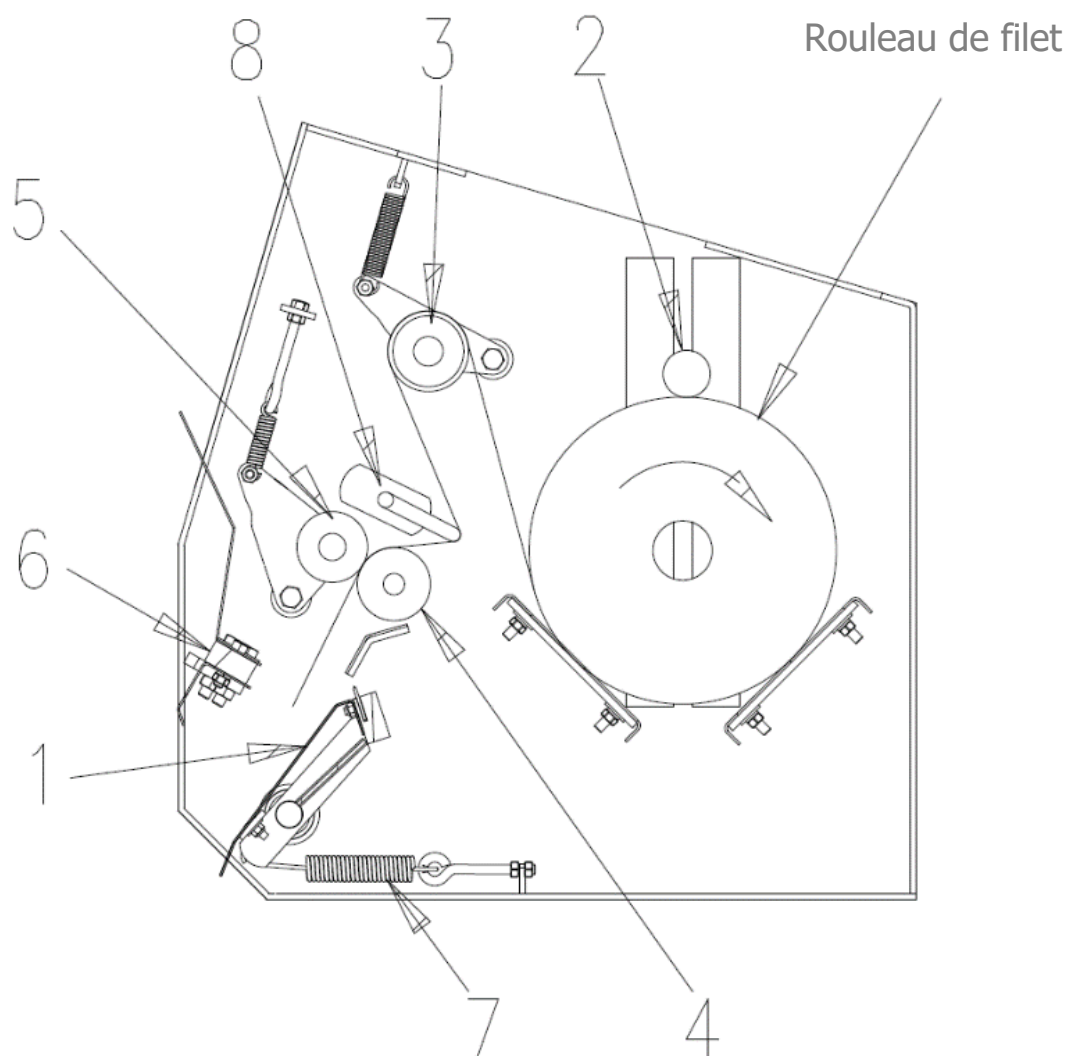

Figure 17. Piste de guidage du filet
Pour fixer le filet, soulever et abaisser le capot arrière en plaçant le couteau en position d'attente. La figure 17 montre la piste correcte du filet. Placer le rouleau dans le boîtier conçu pour recevoir une balle de filet. Disposer la bobine comme indiqué sur l'image de façon à ce que le filet à l'arrière de la presse à balles se déroule vers le haut. Placer la tige (2) qui sert de frein pour le filet.. Guider le filet comme indiqué sur le schéma par le rouleau de distribution (3), la tige de distribution (8) en insérant l'extrémité du filet entre le rouleau en caoutchouc (4) et le rouleau presseur (5) et en le tirant à quelques centimètres sous le contre-couteau (6).